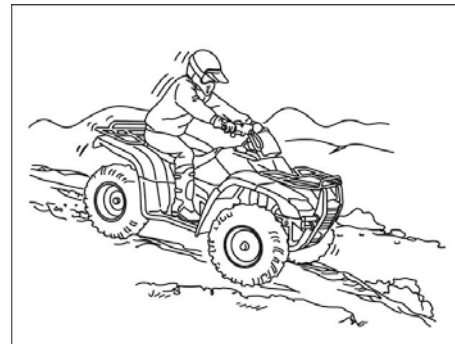

Рисунок 4.6.
6. Перенесите центр тяжести в сторону вершины склона, отклоняясь назад (см. рис. 4.6.).